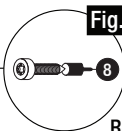

Fig. 8a
3. Retire los protectores de perno plásticos y deseche, si están presentes. **Ver Fig. 8a.**